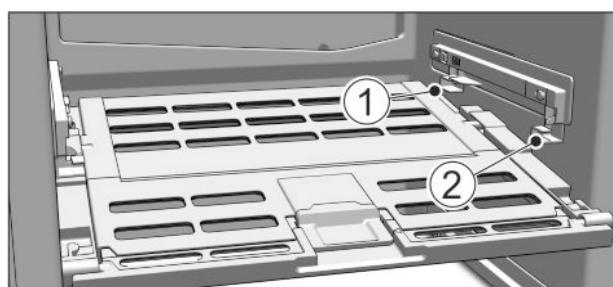

Fig. 51
- Установка крышки отделения с функцией для хранения овощей и фруктов Fruit & Vegetable-Safe: Вставить попечные ребра крышки через низ в задний держатель Fig. 51 (1) и защелкнуть спереди на держателе Fig. 51 (2).